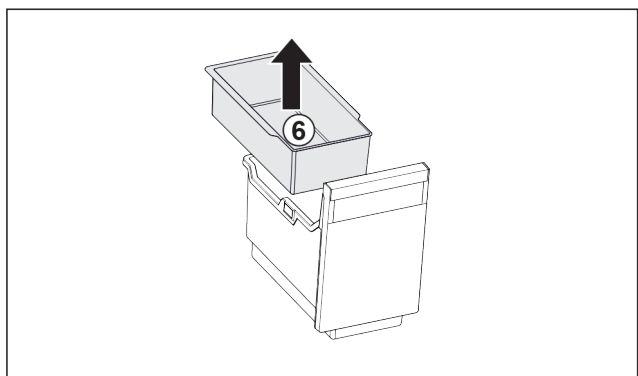

Fig. 100
- ▶ Extrageți tava suspendată Fig. 100 (6).